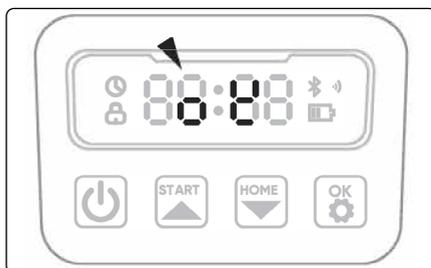

Рис. 24
4. На дисплее начнет мигать надпись «OK» после того, как газонокосилка подтвердит режим работы. Нажмите «ОК», чтобы начать работу (рис. 24).